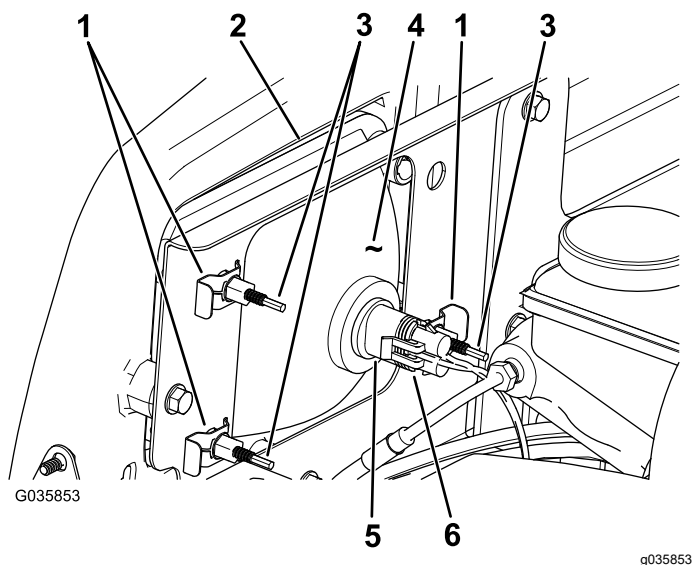

Figura 45
3. Desligue o conector elétrico para a cablagem do conector do conjunto da lâmpada (Figura 45).
- Retire os cliques rápidos que fixam o farol ao respetivo suporte (Figura 45).
- Retire o conjunto do farol movendo-o para a frente através da abertura no pára-choques dianteiro (Figura 45).
- Instale o novo farol através da abertura no pára-choques (Figura 45).
- Ligue o conector elétrico para a cablagem ao conector do conjunto da lâmpada (Figura 45).
- Na parte traseira do conjunto de faróis, rode os parafusos de ajuste (Figura 45) para inclinar o conjunto dos faróis e alinhar a posição do feixe.